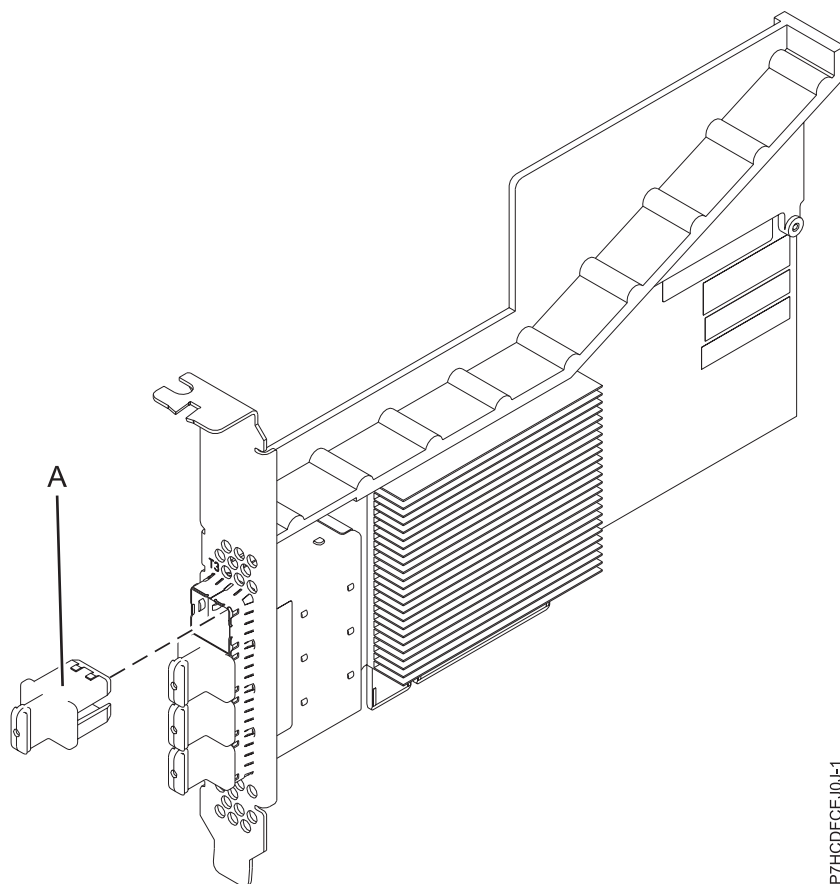

Figura 15. Adaptador PCIe3 RAID SAS
O adaptador PCIe3 SAS RAID de 6 Gb de porta quádrupla é um adaptador PCI Express PCIe, de terceira geração, RAID SAS que possui um low profile, fator de forma curto mas oferecido para instalação full height. O adaptador é usado em aplicativos serial attached SCSI (SAS) de alto desempenho e alta densidade. Ele suporta a conexão de disco SAS e fita SAS usando quatro conectores x4 de alta densidade (HD) mini SAS que permitem que os links físicos sejam usados em várias configurações de portas estreitas e amplas. A conexão de fita SAS é suportada somente em uma configuração de adaptador único e não pode ser combinada com o disco SAS no mesmo adaptador. O adaptador não possui cache de gravação. Figura 15 na página 39 mostra o adaptador PCIe3 SAS RAID de 6 Gb de porta quádrupla.
O Figura 15 na página 39 mostra o adaptador.O plugue do conector (A) está instalado em uma porta vazia e evita danos a essa porta sempre que um cabo para os conectores de porta adjacente é plugado ou removido.